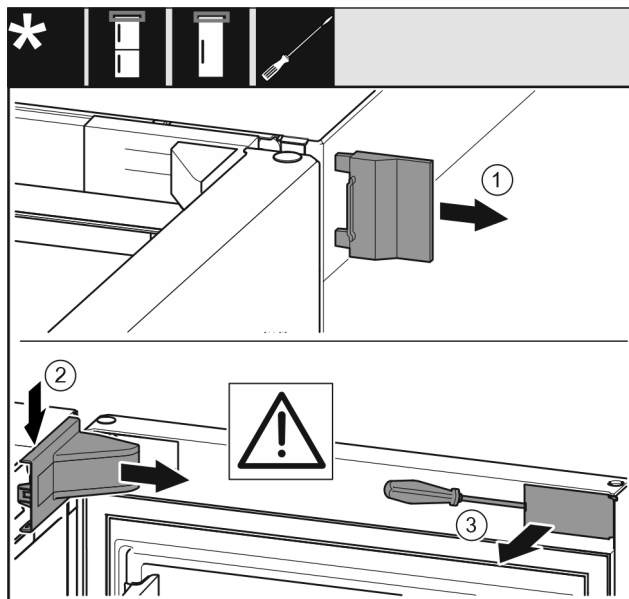

Fig. 6
- ▶ Retirar la cubierta exterior. *Fig. 6 (1)*
- ▶ Desencajar y soltar la cubierta del soporte de apoyo. Retirar la cubierta del soporte de apoyo. *Fig. 6 (2)*
- ▶ Desencajar el panel con el destornillador para tornillos de cabeza ranurada y moverlo a un costado. *Fig. 6 (3)*